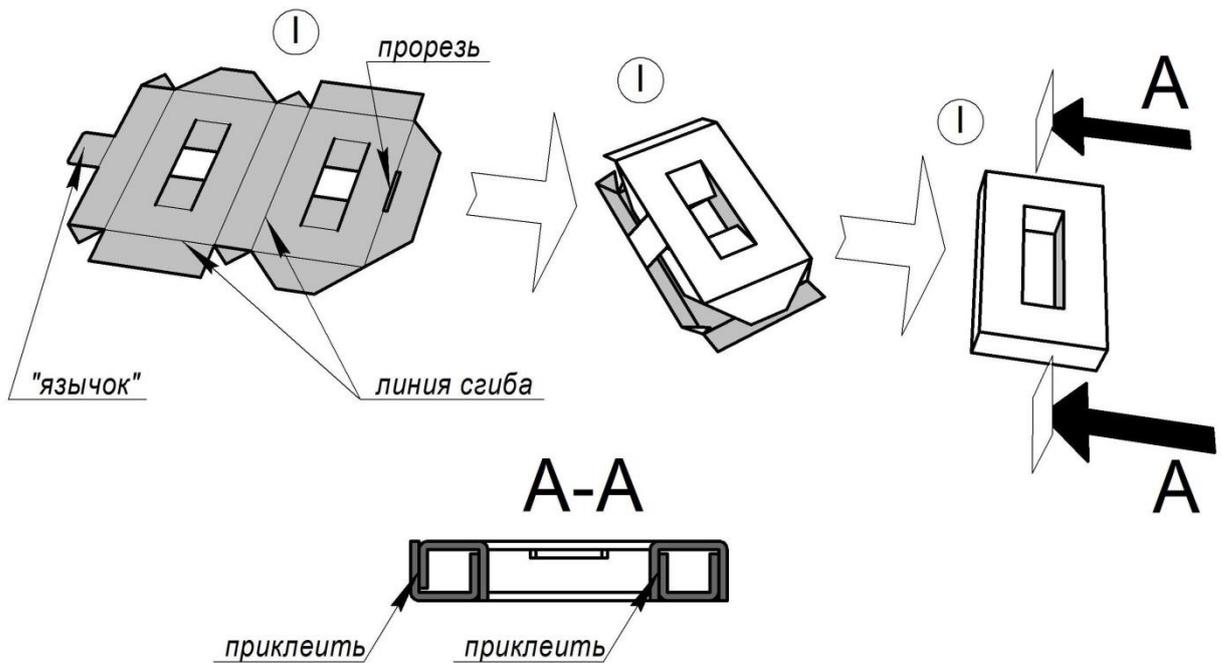

**Рис. 7**
а далее осуществить с ней всю последовательность операций, показанных на **рис. 7**, используя клей для фиксации указанных поверхностей. Обратите внимание на необходимость завести «язычки» в прорези, как это показано на виде (II) **рис. 7**. Данные элементы введены в конструкцию для возможности получить, с требуемой точностью, сориентированные друг относительно друга поверхности детали, исключить их смещение при склеивании.